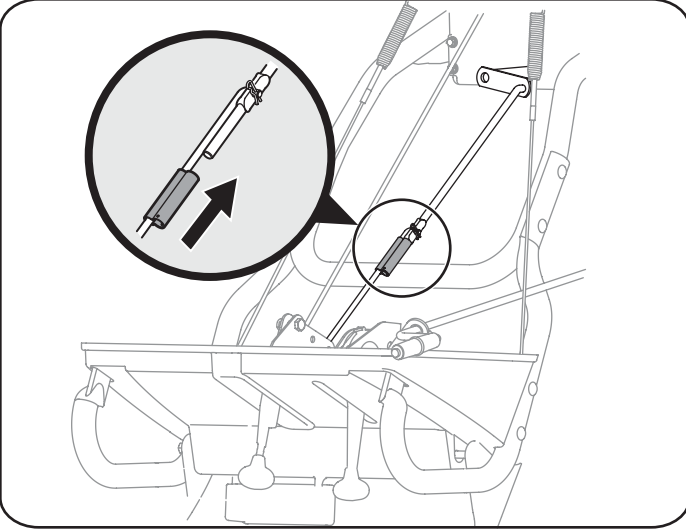

Figure 6
- Alignez les tiges du levier de vitesses inférieure et supérieure et abaissez le raccord des tiges sur l'extrémité de la tige du levier de vitesses inférieure. Tapez sur le raccord jusqu'à ce qu'il passe bien à travers la tige du levier de vitesses inférieure. Voir la Figure 6.